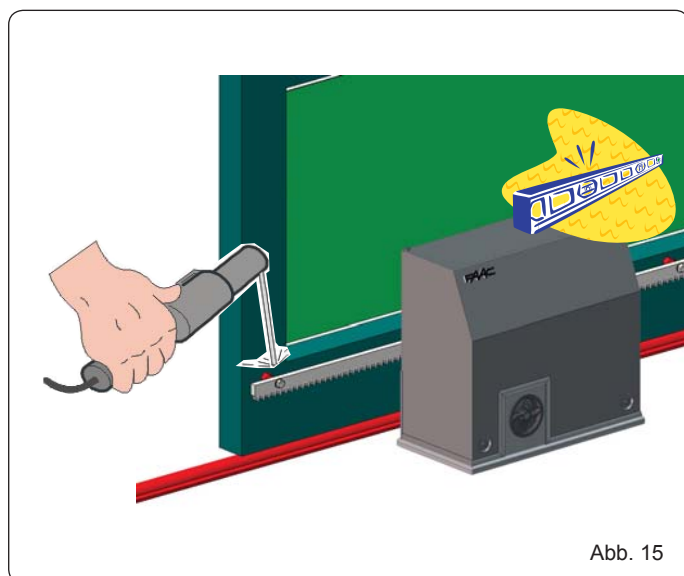

Abb. 15
3. Den ersten Teil der Zahnstange waagrecht auf das Ritzel auflegen und den Gewindesperrzahn wie in Abb. 15 am Tor anschweißen.